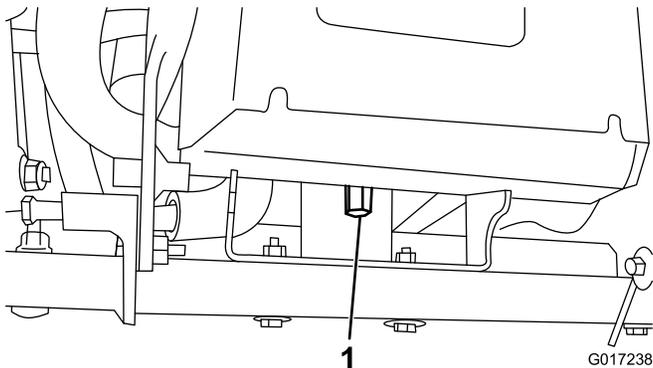

Figure 8
4. Retirez le grand écrou qui fixe l'arrière du socle de la batterie au cadre de la machine (Figure 8).